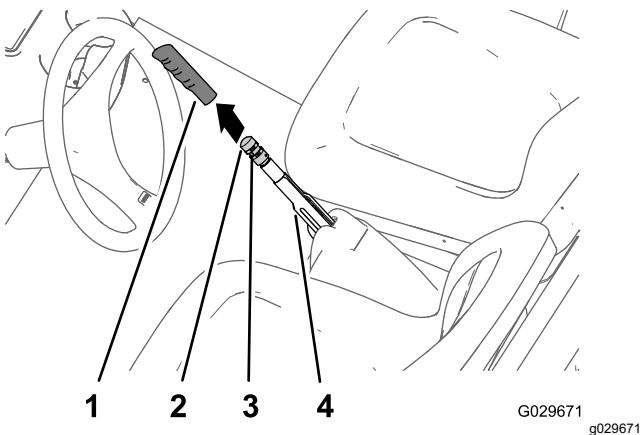

Figura 63
1. Retire a pega da alavanca do travão de estacionamento (Figura 63).
2. Desaperte o parafuso de afinação que fixa o manípulo de ajuste do travão à alavanca do travão de estacionamento (Figura 63).
3. Rode o manípulo de ajuste do travão até que 133 a 156 N seja alcançado para engatar a alavanca do travão de estacionamento (Figura 63).
4. Aperte o parafuso de afinação e instale a pega (Figura 63).
2. Desaperte o parafuso de afinação (Figura 63) que fixa o manípulo de ajuste do travão à alavanca do travão de estacionamento, desengate o travão de estacionamento e desaperte o manípulo de ajuste do travão.
5. Rode o manípulo de ajuste do travão (Figura 63) até que 133 a 156 N seja necessário para engatar a alavanca do travão de estacionamento.
- C. Rode o manípulo de ajuste do travão (Figura 63) até que 133 a 156 N seja necessário para engatar a alavanca do travão de estacionamento.
- Aperte o parafuso de afinação e instale a pega (Figura 63).